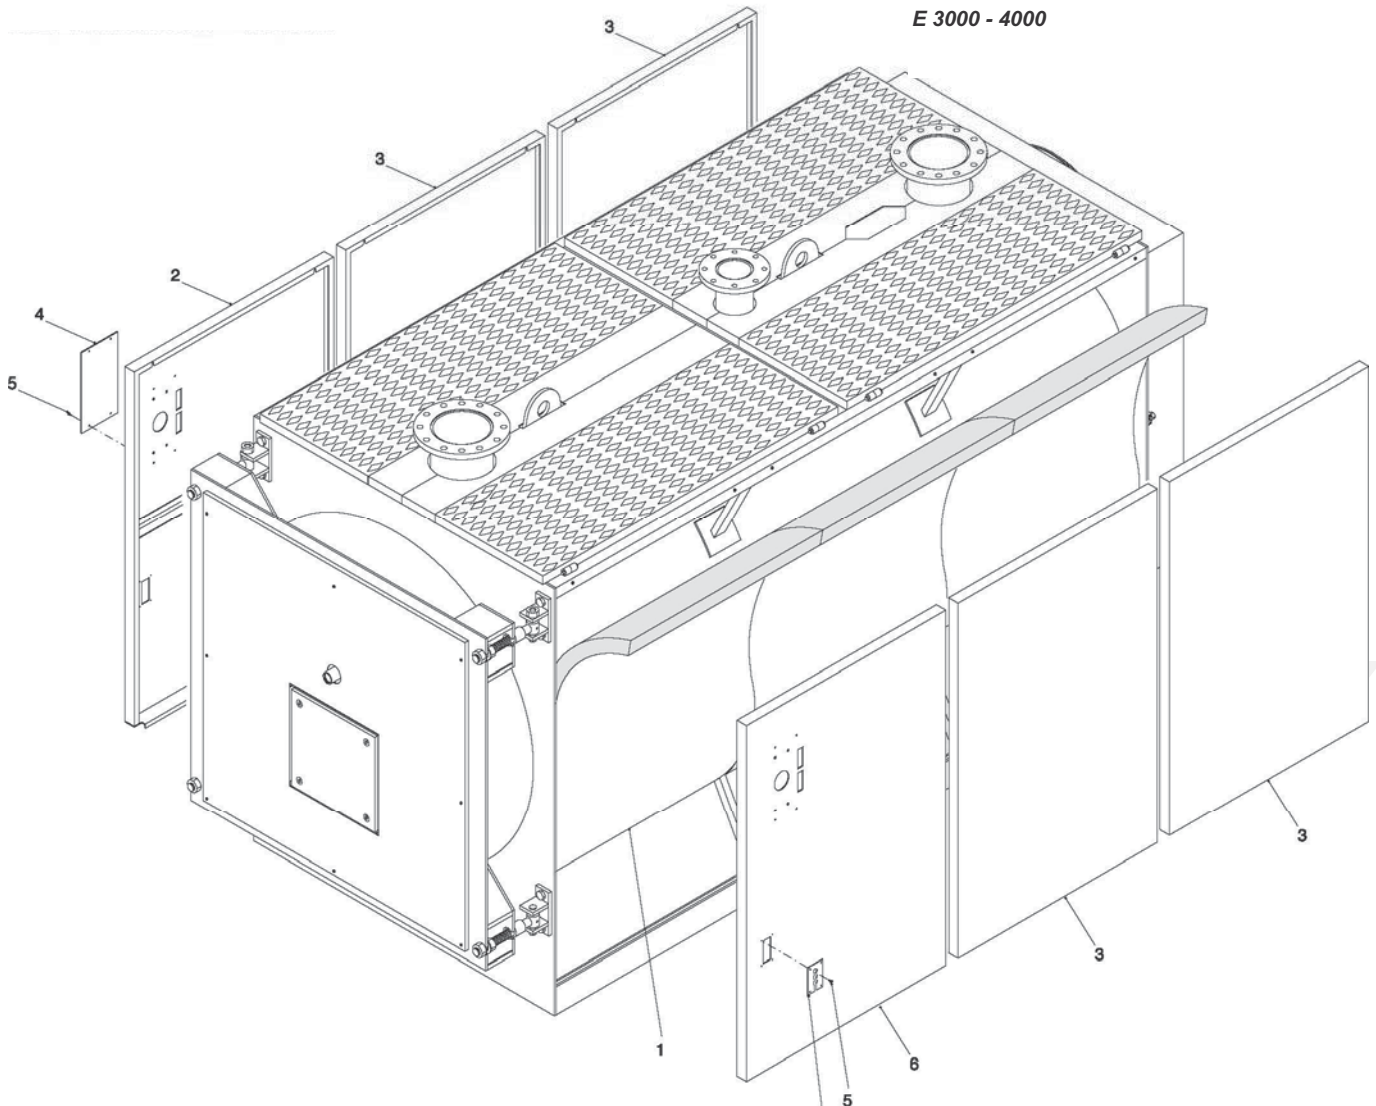

рис. 26
**N.B.** Для модели **E 2650** (см. рис. 25) обшивка и изоляция находятся в четырех коробках. Для моделей **E 3000** и **E 3500** (см. рис. 26), обшивка и изоляция находятся в трех упаковках. Для модели **E 4000** (см. рис. 26) обшивка и изоляция находятся в четырех упаковках с маркировкой:
### Последовательность монтажа (см. рис. 26)